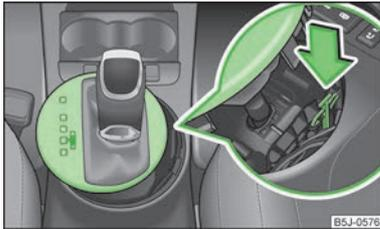

Abb. 91
- › Mit einem Finger auf das gelbe Kunststoffteil in Pfeilrichtung drücken » Abb. 91.